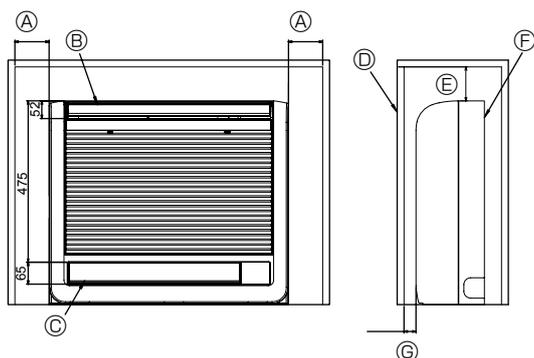

Fig. 6-1
6.1. De binneneenheid in een wand inbouwen (Fig. 6-1)